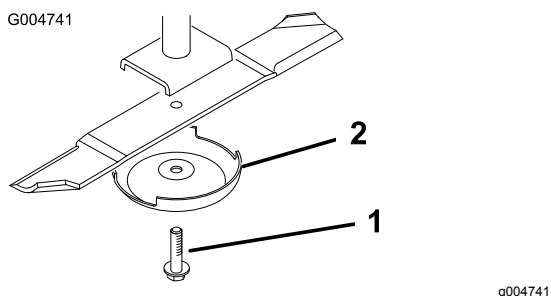

Figura 106
3. Retire o parafuso da lâmina, o recipiente antidanos e lâmina do eixo (Figura 106).